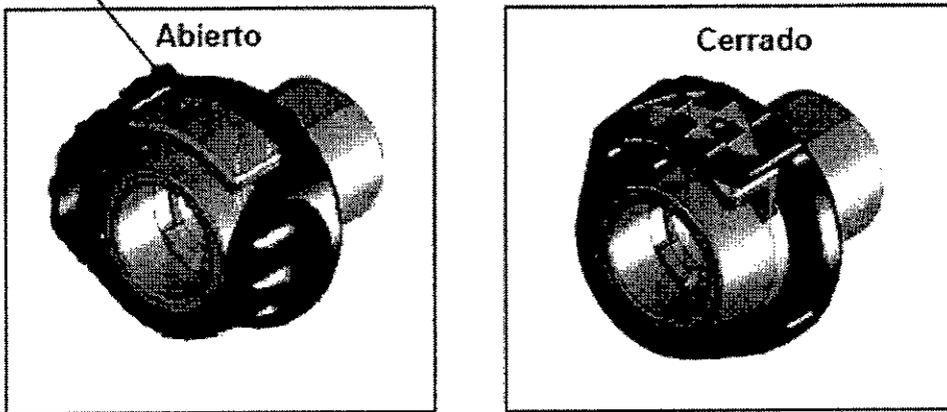

Figura 26 Seguro percutáneo - Posición abierta (izquierda) y posición cerrada (derecha)
6. Pulse la ficha Alarms para acceder a la pantalla de alarmas. Pulse el botón Extended Silence (Silencio prolongado) (**Figura 26**). Esto silenciará todas las alarmas de peligro y advertencia durante cuatro horas para asegurar que no se activen en el quirófano. El indicador de silenciador de alarma debe mostrar Extended (Prolongado). El silencio prolongado puede cancelarse pulsando el botón silenciador de alarma en el panel del interfaz de usuario de la Miniconsola del sistema o quitando el suministro de electricidad de ambos conductores eléctricos.
a. Verifique que el seguro percutáneo esté en la posición "abierto" en la Miniconsola del sistema. Si no lo está, haga girar el seguro percutáneo en la dirección del símbolo abierto hasta que encaje en la posición totalmente abierta haciendo clic y la lengüeta metálica de liberación quede expuesta (Figura 26).
b. Alinee la marca en el conector del conductor percutáneo con la marca en el encaje de la Miniconsola del sistema e inserte a fondo el conector en el encaje hasta que se fije en el lugar haciendo clic (Figura 26). Examine la conexión tirando suavemente del extremo metálico del conductor percutáneo.
d. Haga girar el seguro percutáneo en la Miniconsola del sistema en la dirección del símbolo cerrado hasta que el seguro percutáneo encaje en la posición totalmente cerrada haciendo clic (Figura 26). El seguro percutáneo no girará a menos que el conector esté insertado a fondo.